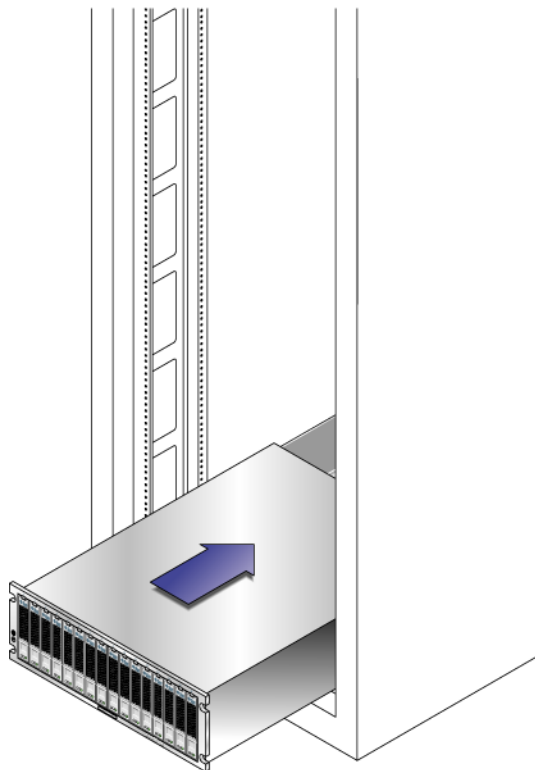

FIGURA 2-9 Introducción de la unidad en el armario
2. Deslice la unidad con cuidado hacia el interior del armario hasta que sus bordes toquen el perfil vertical del armario (FIGURA 2-9).